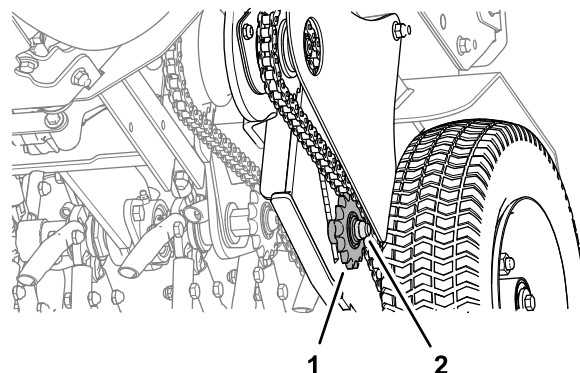

Figure 42
4. Pour régler la tension des chaînes, desserrez le boulon et le contre-écrou du tendeur, et poussez le pignon vers le haut pour tendre la chaîne (Figure 42).